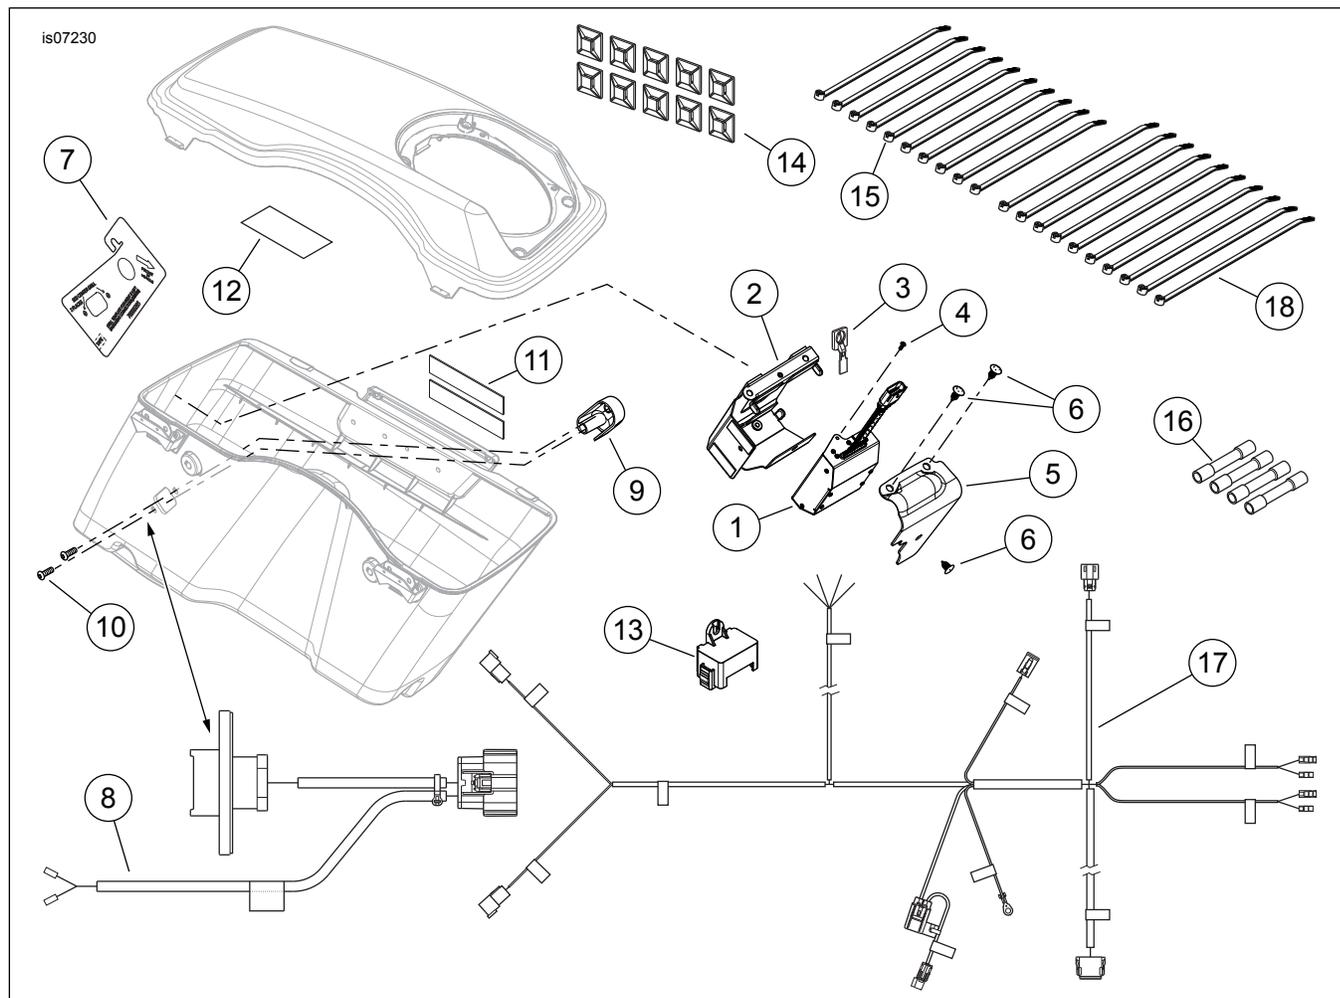

Figura 7. Peças de reposição, Kit de expansão do alto-falante Boom! Audio
1. Veja Figura 7. Pegue o chicote de fios do amplificador secundário (17) do kit.
4. **Se os alto-falantes do alforje estiverem instalados:** Acople o conector de seis vias (3), identificado como “RH S-BAG LOC 289” (TRAVA ALF DIR 289) no receptáculo que vem do alforje do lado direito. Fixe o ramo do chicote na parte traseira superior do suporte do alforje. siga as instruções do Kit de alto-falantes do alforje para aplicar os coxins de espuma na trava do alforje (consulte Figura 7, item 11) conforme necessário. **Se NÃO estiver instalando os alto-falantes do alforje,** vede o conector com fita isolante. Enrole o ramo do chicote identificado como “RH S-BAG LOC 289” (TRAVA ALF DIR 289) na área sob o assento. Prossiga até **ORIENTAÇÃO DO CHICOTE DE FIOS: TODOS.**
2. Veja Figura 7. Pegue o chicote de fios do amplificador secundário (17) do kit.
- a. O chicote do alto-falante traseiro (peça N.º 69200022) do Kit de alto-falantes do alforje não será necessário. Se instalado anteriormente, remova do veículo. Anote as cores dos quatro fios sem terminação (10) do chicote do amplificador secundário. Anote as cores e as posições dos fios nas cavidades 5 e 6 dos conectores macho de seis vias [41A] e [42A] do chicote do rádio (peça N.º 69200106).
- c. Use os quatro conectores de emenda selada (consulte Figura 7, item 16) do kit para emendar cada fio do chicote do amplificador secundário no fio com a cor correspondente dos conectores machos.
- a. Anote as cores dos quatro fios sem terminação (10) do chicote do amplificador secundário. Anote as cores dos fios dos terminais de lâmina da “saída do alto-falante” [36D] e [37D] nos ramos de 1,3 m (52 in) de comprimento e 0,43 m (17 in) de comprimento do chicote do amplificador traseiro no veículo.
- c. Use os quatro conectores de emenda selada (consulte Figura 7, item 16) do kit para emendar cada fio do chicote do amplificador secundário no fio com a cor correspondente do chicote do amplificador traseiro do veículo.
A tampa hermética (consulte Figura 7, item 13) é fornecida para vedar o conector do alforje se estiver desconectado para limpeza ou realização de serviços.
5. Veja Figura 7. Pegue o gabarito de perfuração (7) do kit. **NÃO MODIFIQUE o alforje direito** com o gabarito a menos que esteja instalando o kit de reposicionamento do módulo do iPod.